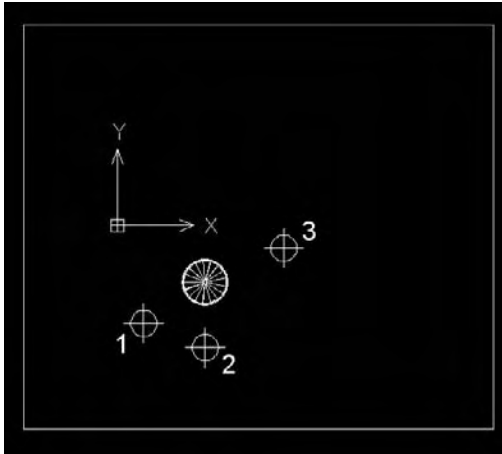

Fig.15.13
- 8 Avant d'effectuer le rendu, placez trois sources ponctuelles (fig.15.13) autour de l'escalier avec les paramètres suivants :